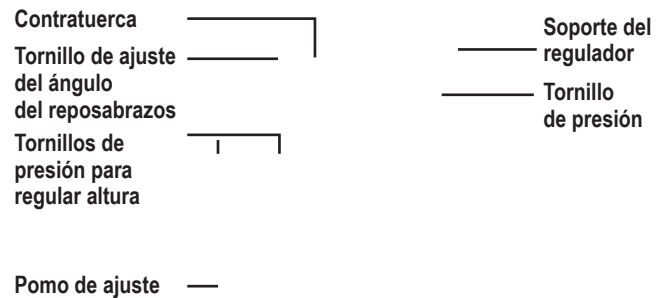

Figura 14. Ajuste del respaldo y del reposabrazos
7. Extraiga los clips de sujeción que sujetan las torres del asiento a la base eléctrica. **Ver figura 14.**
1. Quite los tornillos de ajuste de las dos bisagras del asiento. **Ver figura 14.**
1. Levante el reposabrazos de forma que quede perpendicular al suelo. **Ver figura 14.**
1. Afloje los dos tornillos de presión del armazón del reposabrazos. **Ver figura 14.**